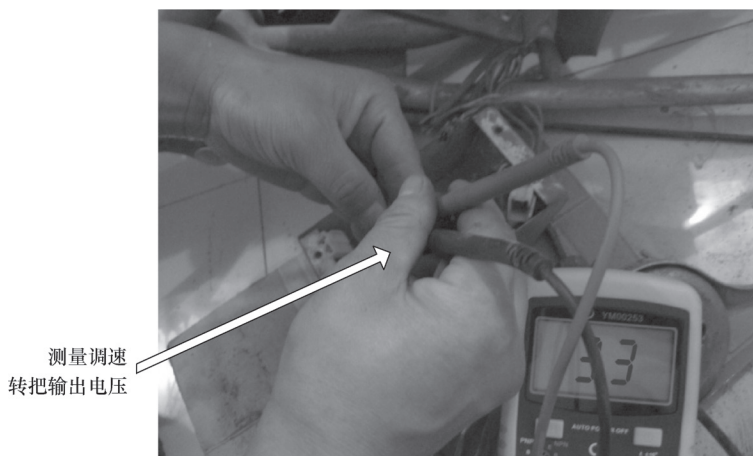

图 8-34 测量调速转把输出电压
- ① 蓄电池电量偏低, 造成电动机的工作电流下降, 转速降低。
- ② 调速转把损坏时输出的最大直流控制信号电压不能达到 4V 以上。
- ③ 控制器内部的相关电路异常, 造成输出的驱动电压占空比较小, 电动机的转速受到限制。
- ④ 电动机内部绕组存在局部短路现象, 这种情况通常伴随着电动机发热量增加和噪声增大, 比较容易判断。
2) 测量调速转把的输出端直流信号电压, 如图 8-34 所示, 在调速转把转到最大位置时该电压仅为 3.3V 左右, 而测得调速转把的电源电压在 5V 左右。